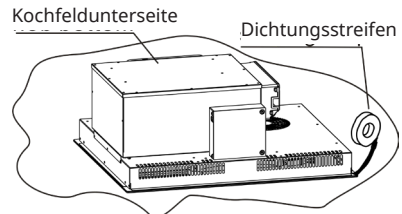

Abbildung 2
3. Bringen Sie den Dichtungsstreifen an der Unterkante des Kochfeldes an und lassen Sie dabei einen Spalt von etwa 3 mm zwischen dem Streifen und der Glaskante frei. Bringen Sie die Dichtung ringsherum an. Schneiden Sie überschüssiges Material ab und verbinden Sie die beiden Enden des Streifens miteinander (siehe Abbildung 2).